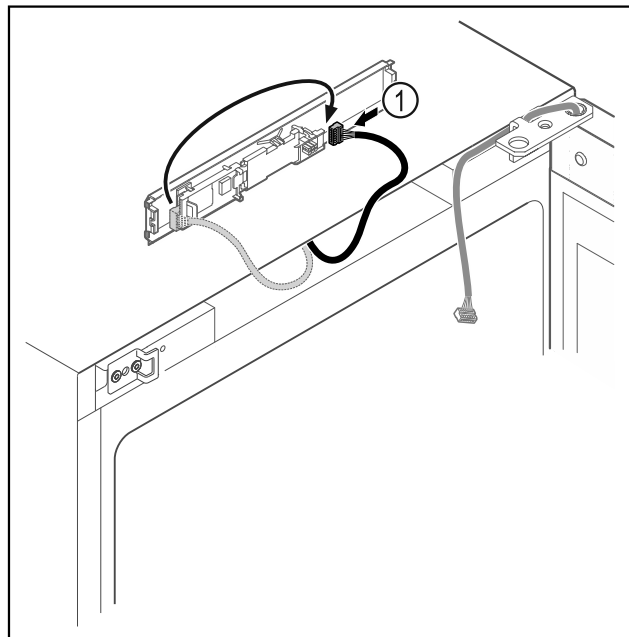

Fig. 15
- Sett pluggen Fig. 15 (1) om på kretskortet.